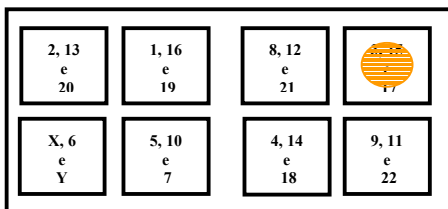

Figura 1. Localizzazione delle sonde painting l'intero cromosoma sui quadrati del dispositivo OctoChrome.
- i. Capovolgere con cura il vetrino sul dispositivo OctoChrome in modo che il numero 1 si trovi sull'area in alto a destra dell'OctoChrome (Figura 1).